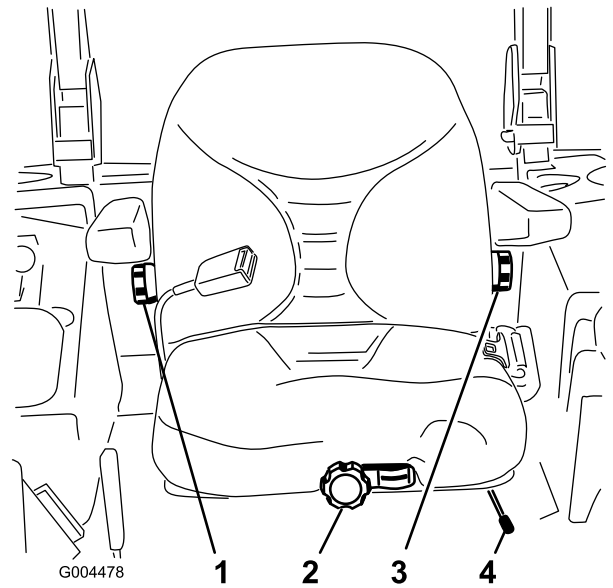

Figura 15
1. Para ajustar el asiento, mueva la palanca lateralmente para desbloquear el asiento (Figura 15).
Sin sentarse en el asiento, gire el pomo situado en la parte delantera en cualquier sentido hasta encontrar la posición más cómoda (Figura 15).
Para ajustar el respaldo del asiento, gire el pomo situado debajo del reposabrazos derecho en cualquier sentido hasta encontrar la posición más cómoda (Figura 15).
Para ajustar el respaldo del asiento, gire el pomo situado debajo del reposabrazos izquierdo en cualquier sentido hasta encontrar la posición más cómoda (Figura 15).